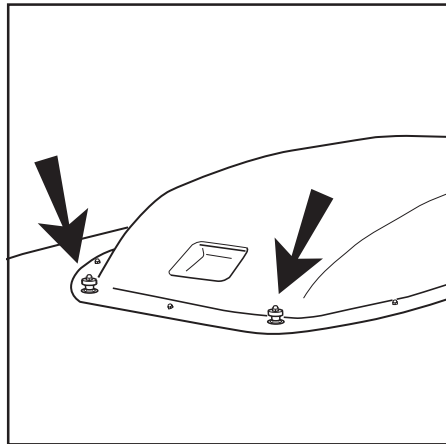

Fig. 55
- 1 - Løsn låsehåndhjulene (Fig. 55), hæv kuplen fra den forreste side og drej den tilbage til endestoppet.